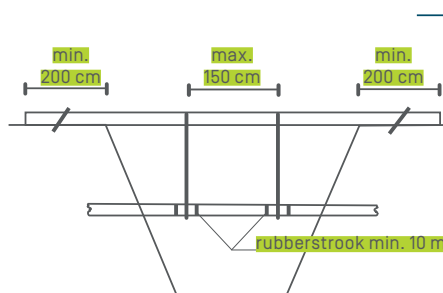
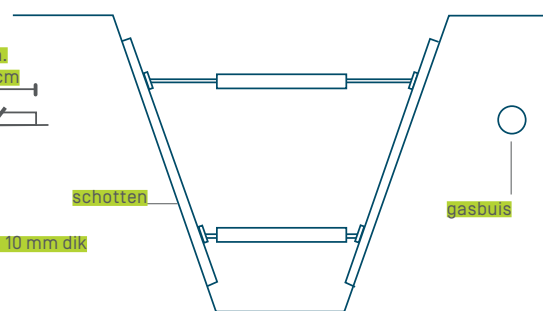

fig. 2 - buisophanging bij ondergraving
fig. 3 - stempeling van sleufwanden
3. Indien de gasinstallatie gevaar loopt beschadigd te worden [breuk, enz.] door een terreinverzakking, moeten aangepaste maatregelen genomen worden [zie bijvoorbeeld fig. 2 en fig. 3] en moet de gasmaatschappij verwittigd worden. Indien een buis moet opgehangen worden, dient een rubberen band geplaatst te worden tussen de buis en de hangbeugel om de buis of haar bekleding niet te beschadigen [zie fig. 2]